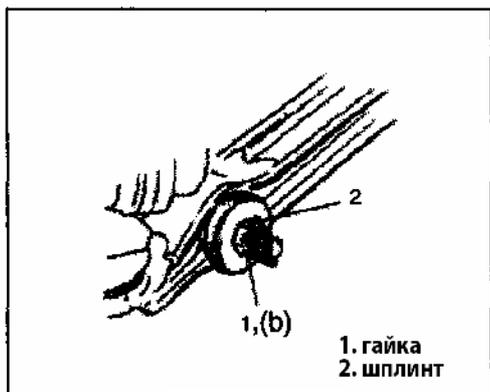

Рис. 505
3) Затяните гайку требуемым моментом и установите шплинт как показано на рисунке (Рис. 505).